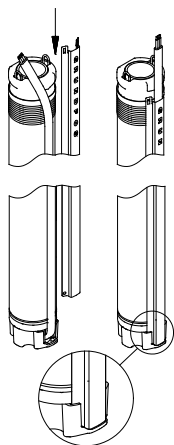

Fig. 6 Colocación del guardacable
2. Coloque el guardacable en la ranura del enchufe. Las dos aletas del guardacable deben estar unidas al borde superior de la manga de la bomba, ver fig. 6.